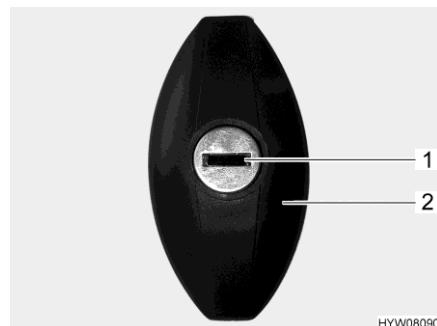

Fig. 36 Serratura dello sportello (ellittico, chiuso)
- Apertura:* ■ Inserire la chiave nel cilindro della serratura (Fig. 36,1) e ruotare in senso antiorario di un mezzo giro. La maniglia della serratura (Fig. 36,2) scatta all'infuori.